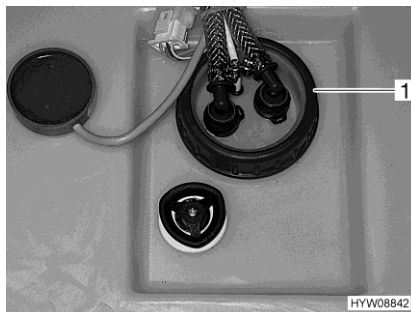

Fig. 191 Apertura per la pulizia (serbatoio dell'acqua)
- Staccare il coperchio (Fig. 191,1) del serbatoio dell'acqua.